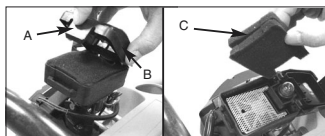

Fig. 6
- Premete il tasto (A) e tenete la copertura in posizione, togliete la copertura (B) e il filtro dell'aria (C) dall'involucro del filtro stesso (Fig. 6).